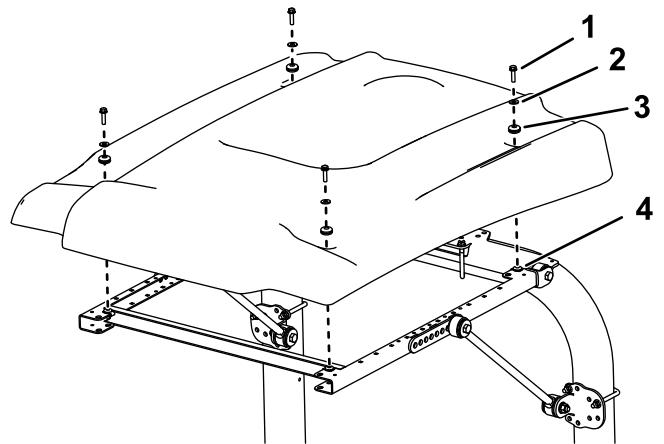

Figura 49
9. Durante l'allineamento dei fori di montaggio, posizionate il parasole sul telaio come mostrato in Figura 49.
- flangiata (5/16" x 1 1/4") con una rondella piccola e un gommino (Figura 49).